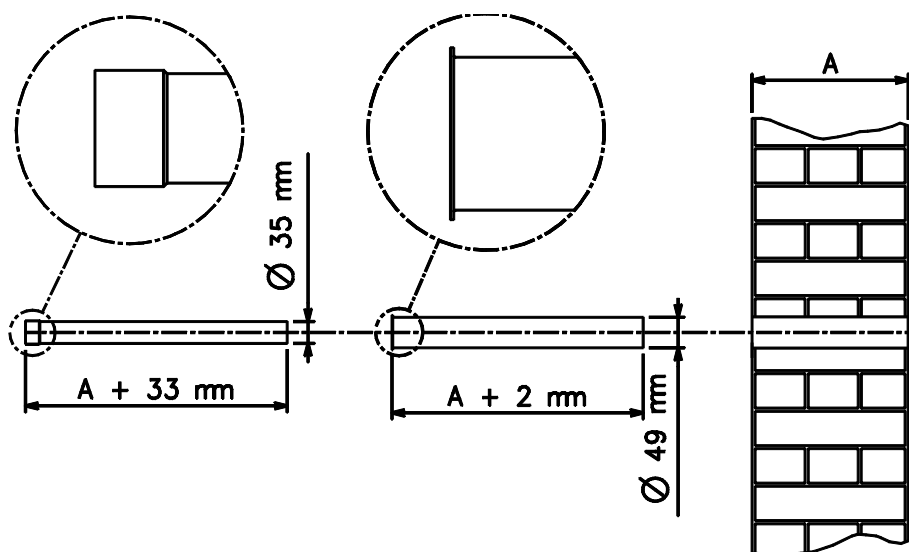

Abbildung 5 – Hinweise zum Schneiden des Zuluft-/Abgasrohrs
5. Die Leitungslänge (Zuluft- und Abgasleitung) der effektiven Wandtiefe anpassen und die Überlänge abschneiden: zur Bestimmung der genauen Länge siehe Schema Abbildung 5.